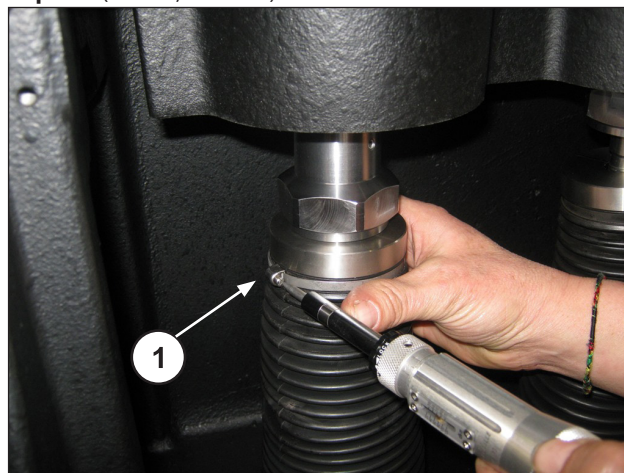

Рис. 164
Установка сильфонов на брызгоотражатели и затяжка хомутов, закрепляющих сильфоны на брызгоотражателях, выполняются после монтажа головки и **закрепления поршня** (поз. ①, Рис. 164).